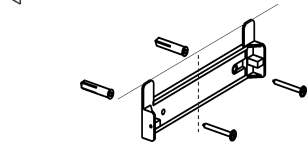

рис. 5
- 6.2 Крепление кронштейна к стене (рис. 5, 6):
- прежде чем прикрепить кронштейн к стене, необходимо выставить его на нужный размер рис. 5 (равный ширине верхней фальштрубы), для этого увеличьте размер кронштейна (если это необходимо), раздвинув его;
- установите фиксатор напротив цифры 7 (см. рис.5);